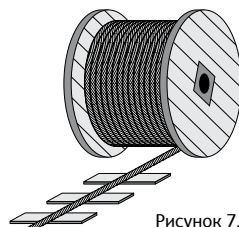

Рисунок 7.
- Во время выполнения работ по навеске (замене) талевых канатов необходимо применять меры для предохранения его от повреждений (перегибы и заломы). Нельзя допускать растягивания каната в целях его промера с укладкой каната удлиненными петлями, так как при этом нарушается свивка каната, возможны случаи образования петель и перекруток каната. При проведении работ по навеске или замене каната необходимо обеспечить меры по предотвращению попадания на поверхность каната абразивных и загрязняющих материалов. Для этого работы рекомендуются проводить на специальном стенде из досок (рис. 7).